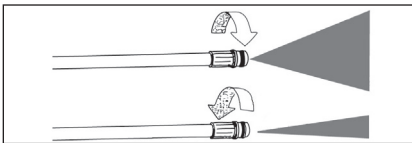

Figure 9
4. La forme du motif de pulvérisation et son intensité peuvent être changés en tournant l'ajusteur de pulvérisation au bout de la lance. Garder les mains loin de l'avant de la lance pour éviter les blessures. Voir la Figure 9.